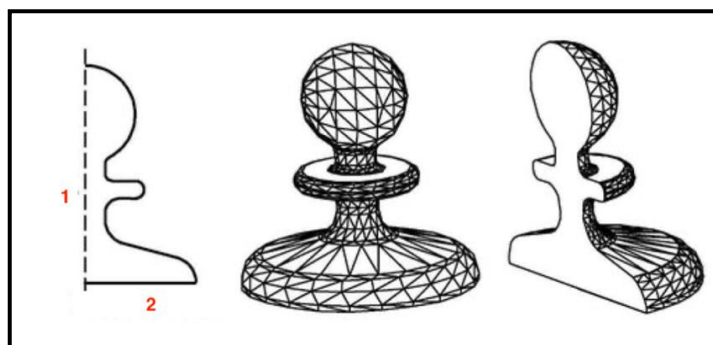

Рис. 21
6. Створити твердотільний об'єкт за допомогою команди REVOLVE (рис. 21). 1 – вісь обертання, 2 – утворююча.